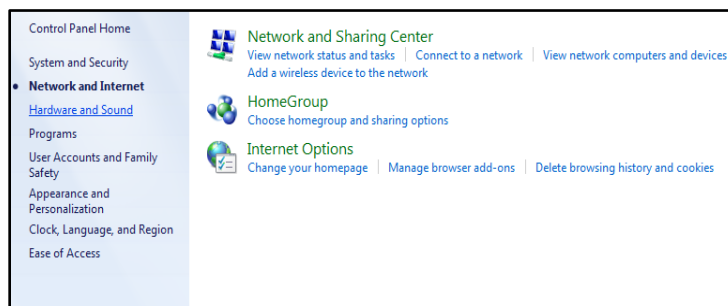

Fig 5. Accesare placă rețea
- Control Panel – Network and Internet – Network and Sharing Center – Change adapter settings (aici se observă/caută care este placa de rețea conectată) (vezi Fig.5.)